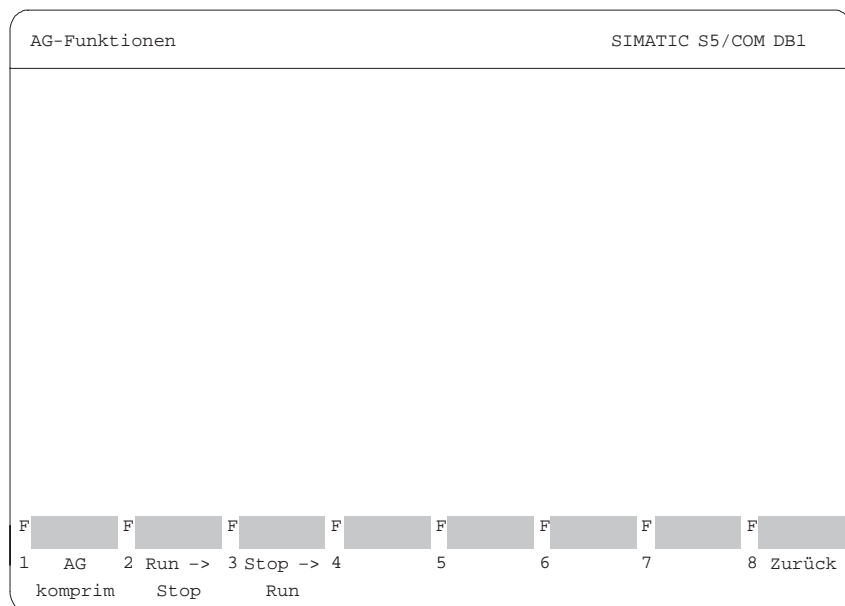

Bild 23-20 COM DB1-Maske *AG-Funktionen*; AG von STOP auf RUN schalten
1. Drücken Sie in der Maske *Uebersichtstabelle* Taste **F7 AG-Funktion** (→ *Bild 23-20*). Die Maske *AG-Funktionen* erscheint am Bildschirm.